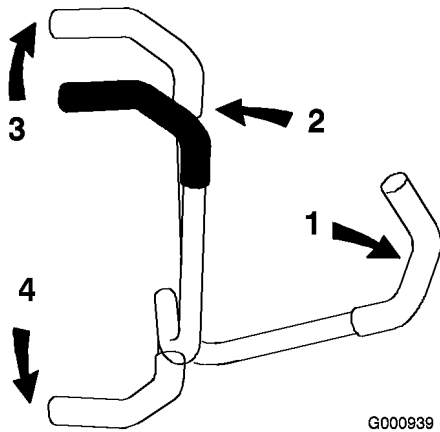

Figura 16
1. Tirate in fuori le leve di controllo del movimento (Figura 16) in posizione di blocco in folle.
3. Per fare marcia avanti spingete lentamente in avanti le leve di controllo del movimento (Figura 16).
Per spostarvi in linea retta applicate una pressione identica su entrambe le leve di controllo del movimento (Figura 16).
Per girare, spostate la leva di controllo del movimento verso la posizione di folle, nella direzione in cui volete voltare (Figura 16).
2. Per fare marcia indietro tirate lentamente indietro le leve di controllo del movimento (Figura 16).
Per girare, rilasciate la pressione sulla leva di controllo del movimento verso la direzione in cui volete voltare (Figura 16).